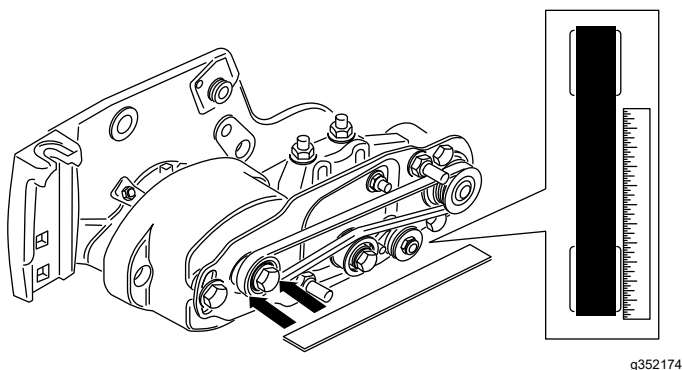

Figura 17
- Appoggiate un regolo sulla superficie esterna della puleggia **motrice** (Figura 17). **Non** appoggiate il regolo sulla puleggia motrice e la puleggia condotta.